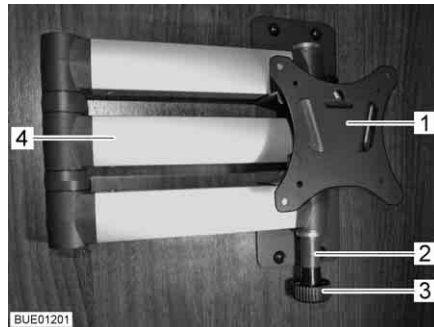

Bild 53 Halterung mit Gelenkarm
- Entriegelungsknopf (Bild 53,3) ziehen. Der Gelenkarm (Bild 53,4) ist entriegelt.
- Flachbildschirm in die Ausgangslage zurückschwenken, bis die Halterung (Bild 53,1) in die Verriegelung (Bild 53,2) einrastet.